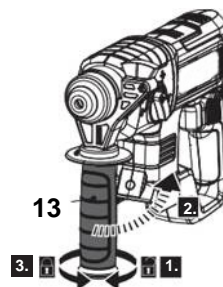

Fig. 12
1. Gire a pega auxiliar (13) para a esquerda para soltá-la (Fig. 12, passo 1).
2. Rode a pega auxiliar (13) na gola (14) até a posição desejada (Fig. 12, passo 2).
3. Fixe firmemente a pega auxiliar (13) antes de cada utilização (Fig. 12, passo 3).